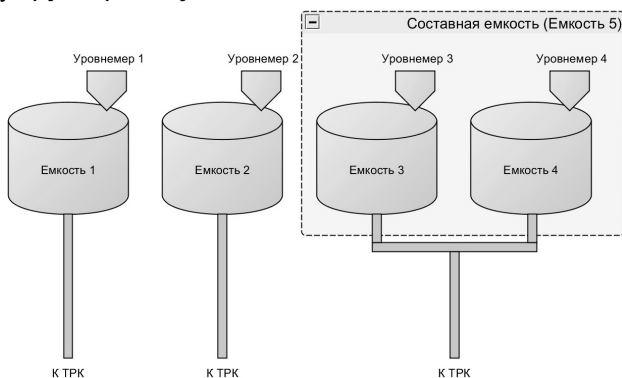

Рисунок 20
10.3 Рассмотрим пример настройки конфигурации из четырех емкостей (рисунок 20), из которых две последние емкости подключаются к одному трубопроводу и являются составной емкостью.